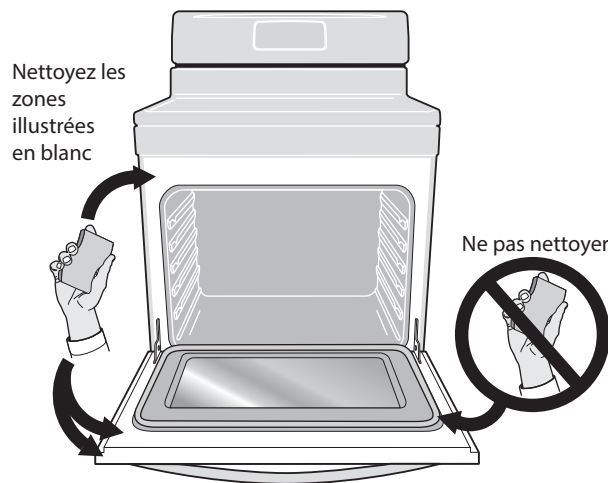

Fig. 64 Zones de la porte du four et du cadre : nettoyez avec soin
- **Ne nettoyez pas le joint de la porte du four**(figure 64). N'utilisez aucun produit de nettoyage sur le joint de la porte. Vous pourriez endommager le joint. Le joint tissé de la porte est essentiel à la bonne étanchéité du four. Prenez soin de ne pas frotter, endommager ni retirer le joint de la porte.